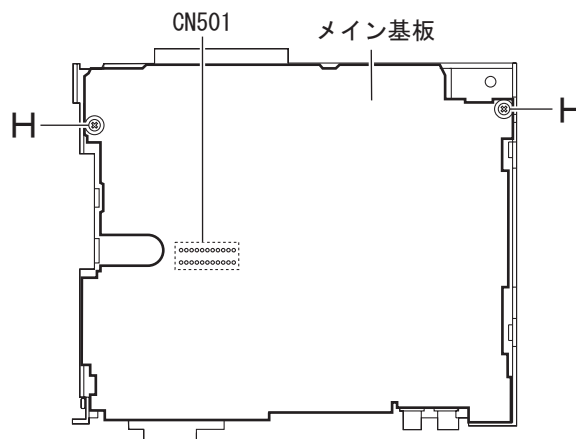

図 7
(図7参照)
- (1) 本体底面より、メイン基板を取り付けているネジ H 2本を外します。(図7参照)
- (2) メイン基板のコネクタ CN501 を CD メカニズム組立より上方向に外します。